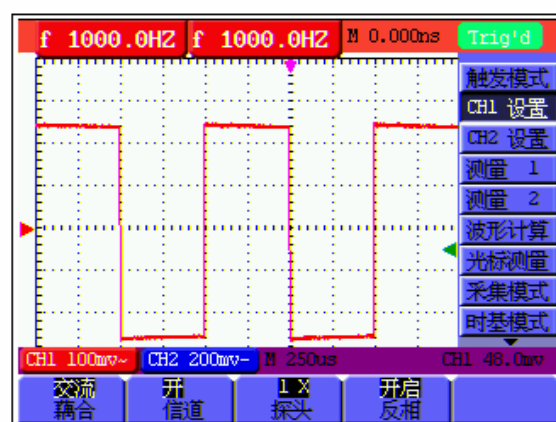

图 18：反相开启
3. 按 **F4** 键，选择 **反相开启**，屏幕显示的波形为 **CH1** 的反相波形。见图 18：